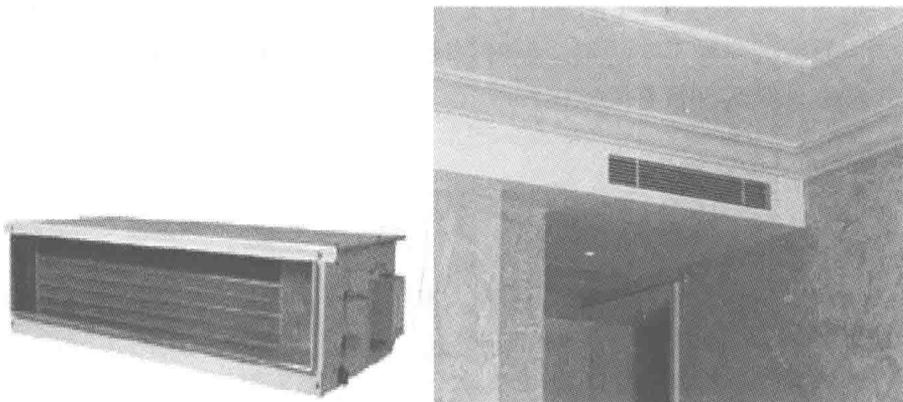

图 1-7 分体吊顶式空调器暗装室内机
1) 分体吊顶式空调器室内机采用暗装的方式，如图 1-7 所示。其特点是机组安装后，仅有风口暴露于视线，不会破坏室内布置的和谐。